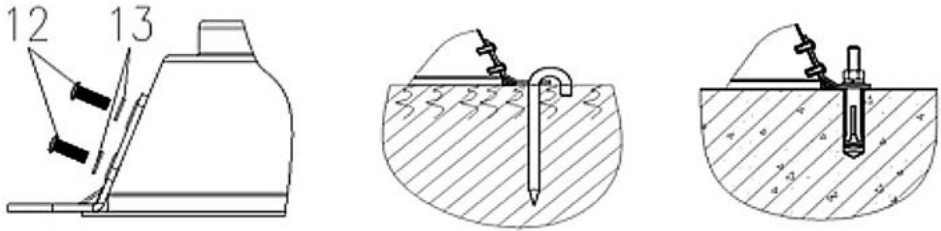

Abb. 3
SCHRITT 6: Befestigen Sie die Tür am Gehäuse – siehe Abb. 3 und Detail F.